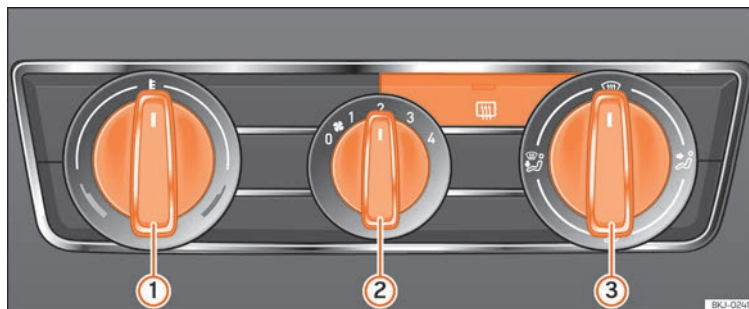

Fig.169 Mandos de la calefacción en el tablero de instrumentos.
- Gire el regulador de temperatura » » fig. 169 ① hacia la izquierda.
- Coloque el mando del ventilador ② en uno de los niveles 1-4.
- Dirija la corriente de aire con el mando regulador de la distribución de aire ③ hacia la zona que desee.
- Gire el regulador de la temperatura » » fig. 169 ① hacia la derecha hasta alcanzar el grado de calefacción deseado.
- Gire el regulador de la temperatura » » fig. 169 ① hacia la derecha hasta el nivel máximo de calefacción.
- Gire el mando del ventilador ② hasta el nivel 4.
- Gire el regulador de temperatura » » fig. 169 ① hacia la zona de calefacción.
- Coloque el mando del ventilador ② en uno de los niveles 2-3.